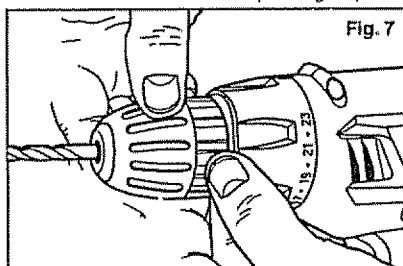

Fig. 7
MANDRIL SIN LLAVE (Fig. 7 and 7a)
1. Agarre y sostenga la abrazadera posterior del mandril con una mano (véase Fig. 7).